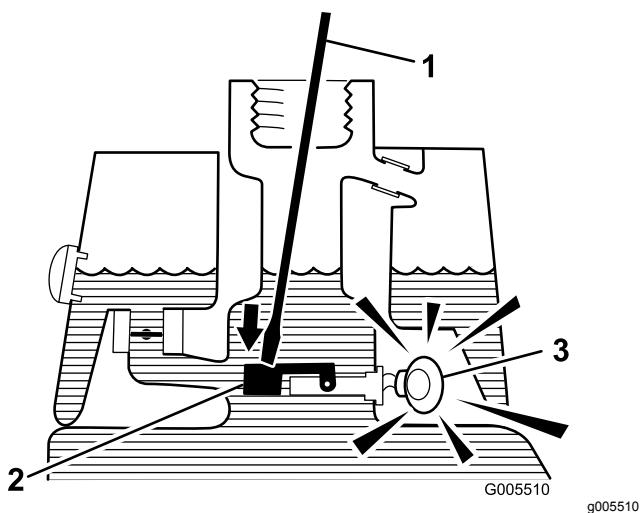

图41
- 将干净的支杆或螺丝刀插入油箱颈然后轻轻地向下推至浮动开关上图41 经过 1 秒钟的延迟后警报应响起。